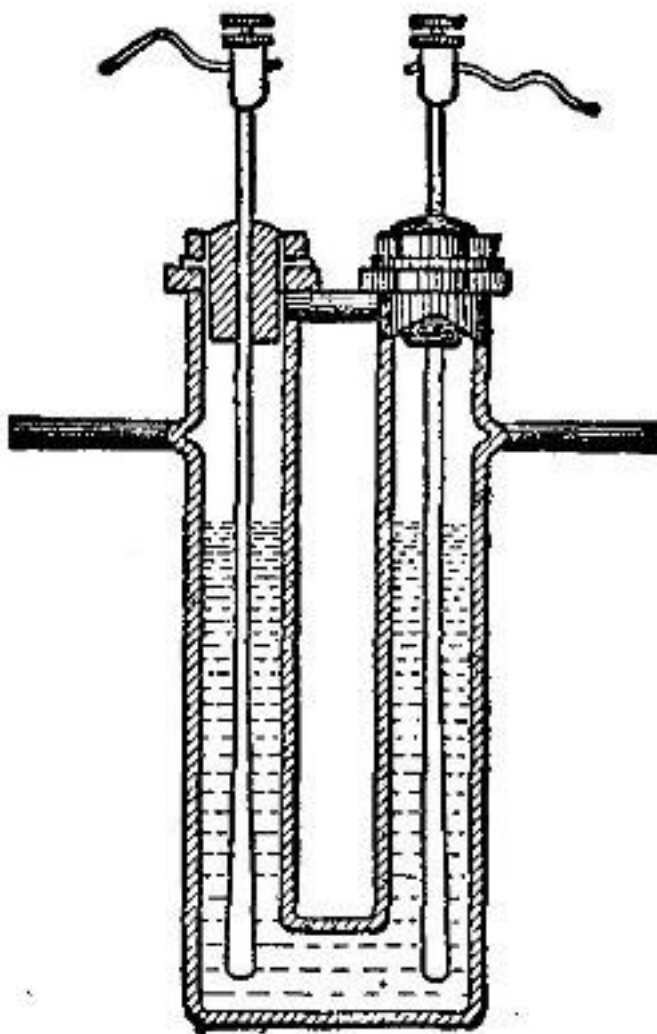

Рис. 52
Подготовка. До последних лет все попытки изолировать элемент приводили к неудаче. Методы, аналогичные тем, которые успешно используются при получении других элементов семейства, не могут быть использованы; поскольку, как только фтор высвобождается, он соединяется с материалами, из которых изготовлен аппарат, или с водородом в воде, который всегда присутствует. Получение фтора было окончательно завершено французским химиком Муассаном путем электролиза плавиковой кислоты. Абсолютно сухую плавиковую кислоту (HF) конденсировали до состояния жидкости и помещали в U-образную трубку, изготовленную из платины (или меди), которая была снабжена электродами и подающими трубками, как показано на рис. 52. Эта жидкость не является электролитом, но становится таковым, когда в ней растворяют фторид калия. При электролизе этого раствора на катоде выделялся водород, а на аноде - фтор.